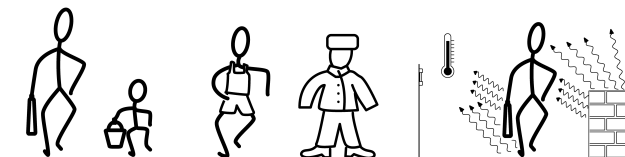

Bild 5: Größe, Isolierung und Kontrast von Wärmequellen
- Größe der Wärmequelle, z. B. Erwachsener oder Kind (Bild 5)
- Temperatur der Wärmequelle: Oberflächen mit 37 °C strahlen intensiver als mit 10 °C (Bild 5).
- Bewegungsrichtung: Beim tangentialen Passieren eines Erfassungsstrahls entsteht typischerweise ein sprunghaftes Sensorsignal, welches gut ausgewertet werden kann. Bewegt sich eine Wärmequelle hingegen radial auf den Sensor zu, so erfolgen die Änderungen des Sensorsignals eher träge. Eine Differenzierung zum normalen Grundrauschen wird so deutlich erschwert (Bild 5).